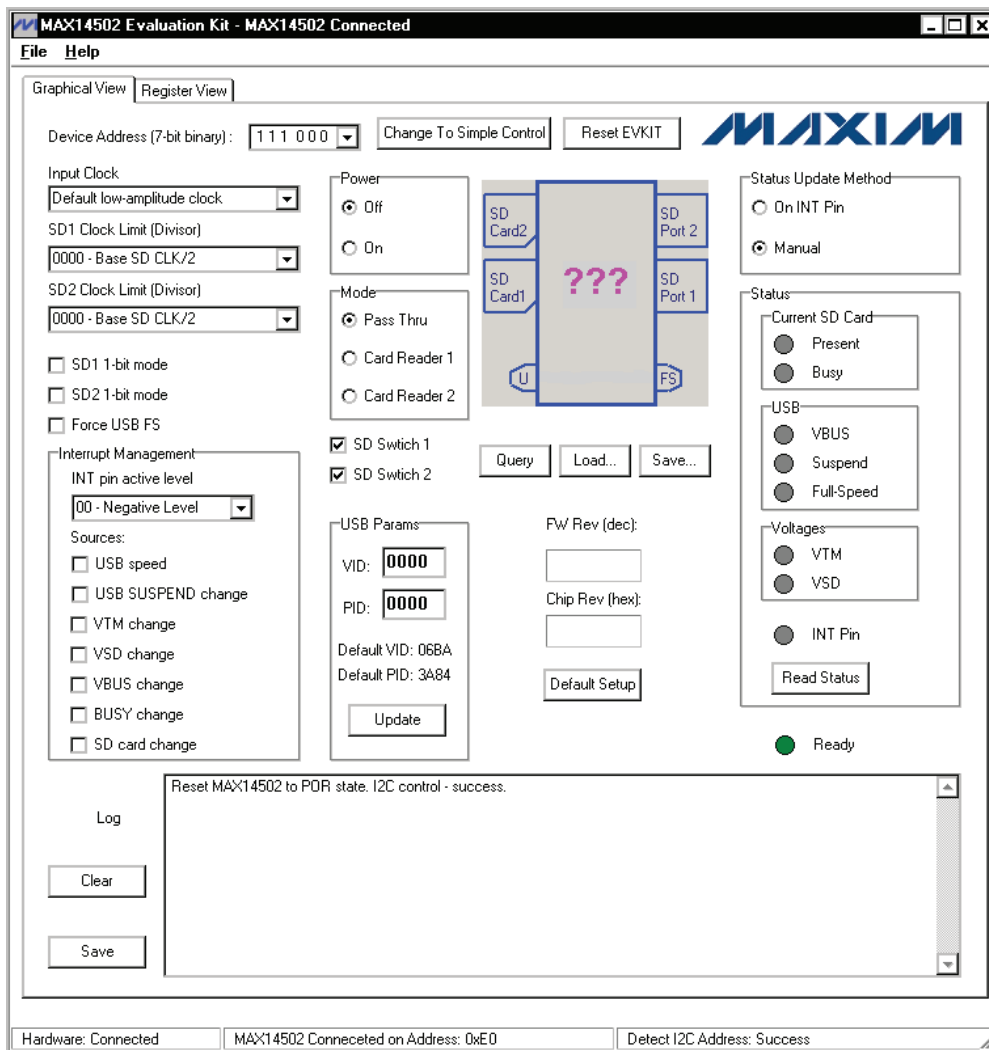

図2. MAX14502のソフトウェアのメインウィンドウ(Graphical Viewタブ)
17) Change To I2C Controlボタンを押してMAX14502をI2C制御モードに設定します。MAX14502 Connected on Address: 0xE0がステータスバーに表示されることを確認します。図2に示すように、全てのI2Cレジスタ制御がこのGUIで利用可能です。
Graphical Viewタブ(図2)を選択すると、ユーザは基板に実装されたUSB~I2Cブリッジ経由でI2Cレジスタの全てにアクセスすることができます。